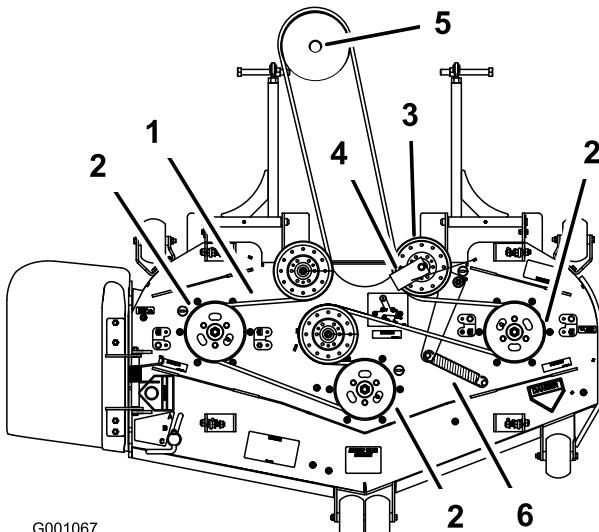

Bild 68
8. Verlegen Sie den neuen Riemen um die Mähwerk- und Getriebespansscheiben unter dem Motor (Bild 68).
9. Setzen Sie die Riemenführung mit einem Winkel von 45 Grad auf dem gefederten Spannarm ein, siehe Bild 68.
11. Haken Sie die Spansscheibenfeder in die zwei Pfosten ein (Bild 68).